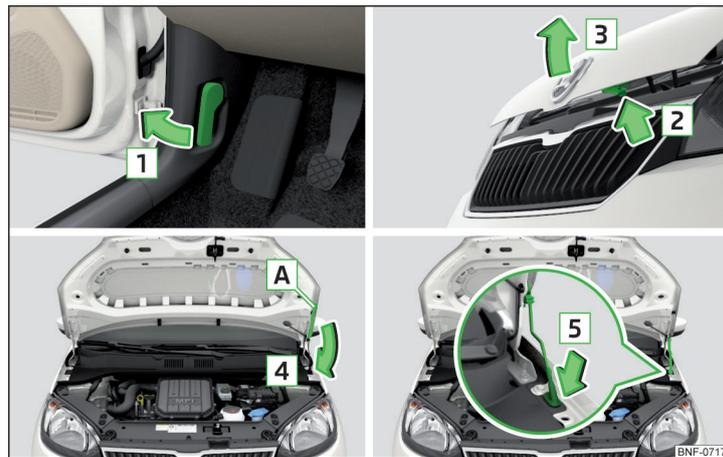

Fig. 106 Ouverture du capot
- Tirez sur la manette de déverrouillage en dessous du tableau de bord dans le sens de la flèche **1** » fig. 106.
» fig. 106..
Ne soulevez jamais le capot en utilisant la manette de déverrouillage » fig. 106.